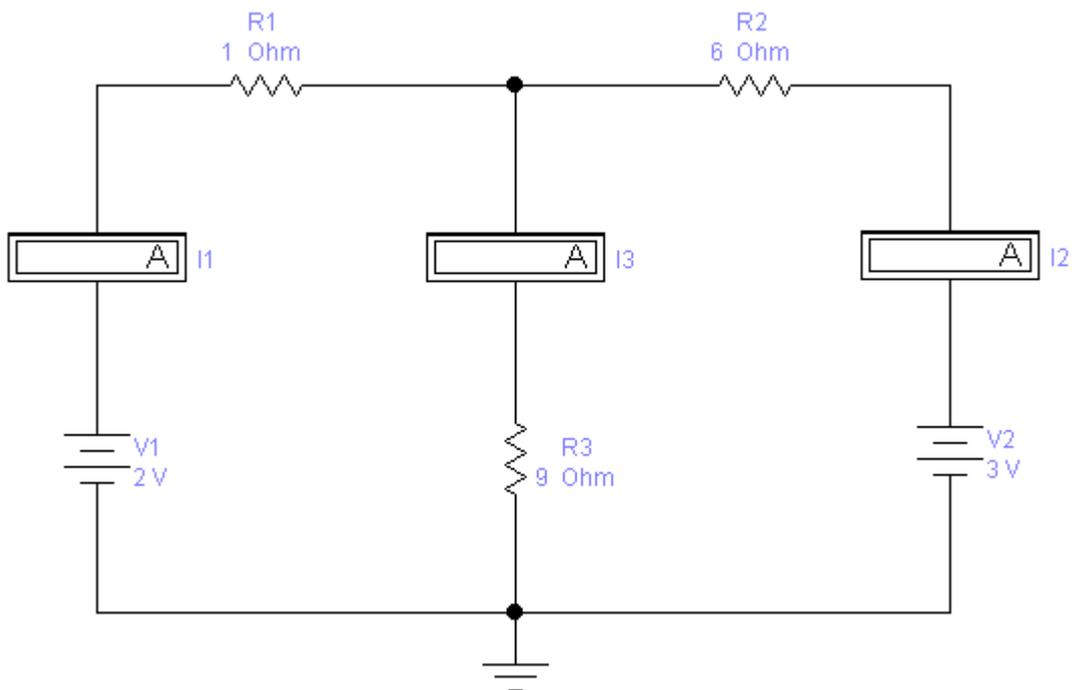
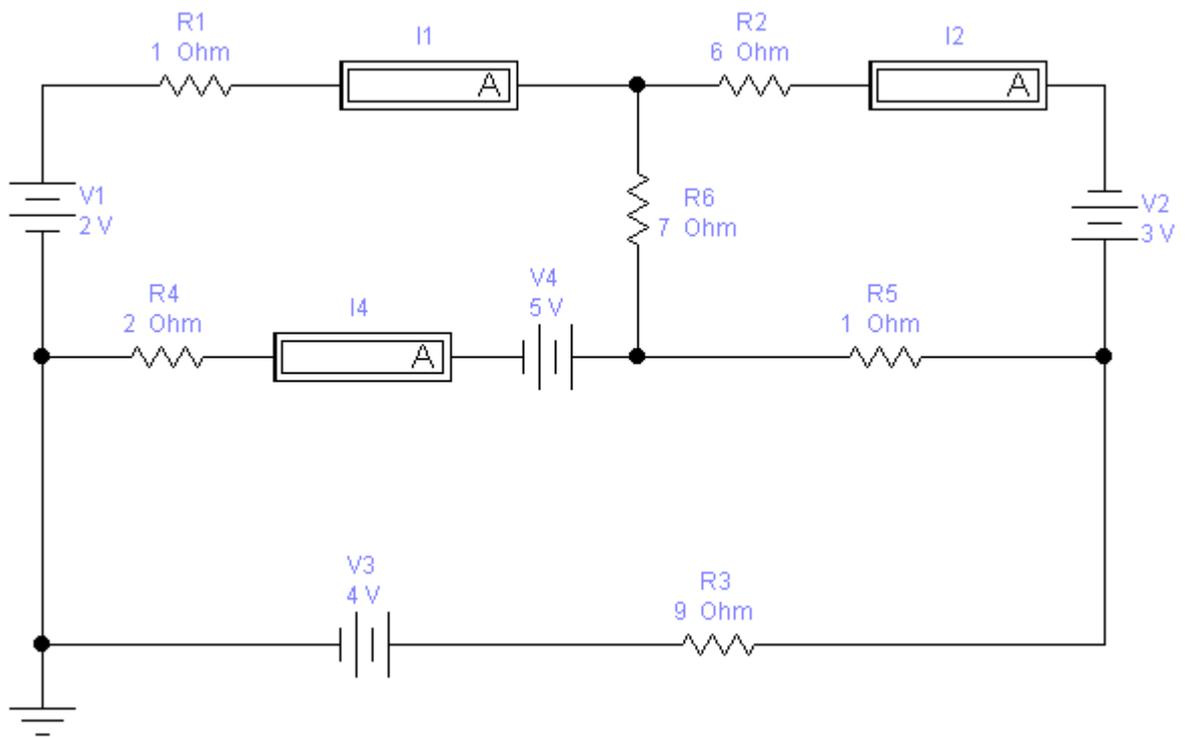
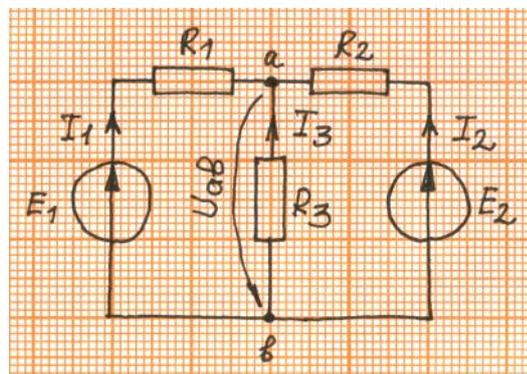
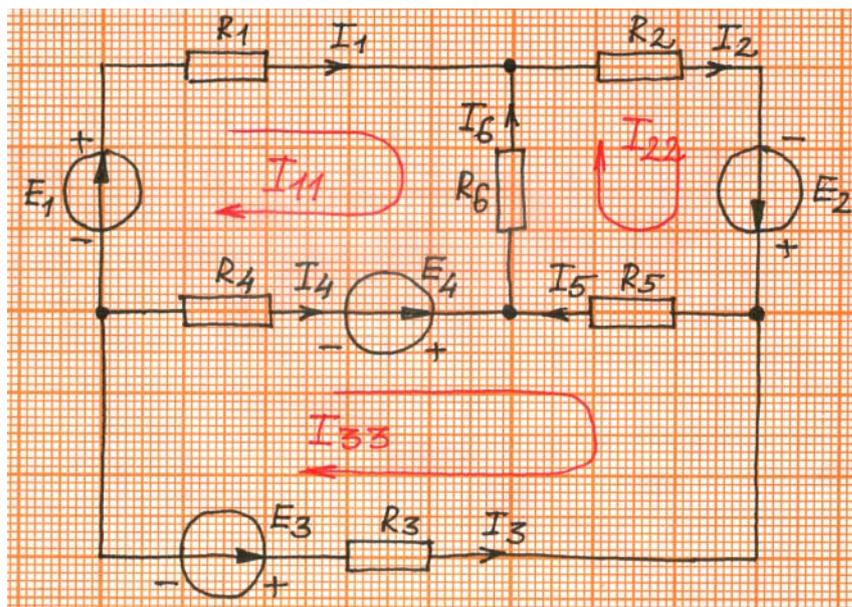

Рис. 1
Рис. 2
Рис. 3
Рис. 4
1 Исследуемые схемы представлены на рис 1. и рис. 2.
2.1 Расчет токов в цепи рис. 1 методом узловых потенциалов. Для цепи рис. 1 метод узловых потенциалов сводится к методу узлового напряжения (рис. 3).
2.2 Расчет токов в цепи рис. 2 методом контурных токов (рис. 4).
3.1 Для цепи рис. 1 получили расчетным путем токи (А)
3.2 Для цепи рис. 2 получили расчетным путем токи (А)
В работе выполнен расчет токов в цепи рис. 1 методом узловых потенциалов и в цепи рис. 2 методом контурных токов.